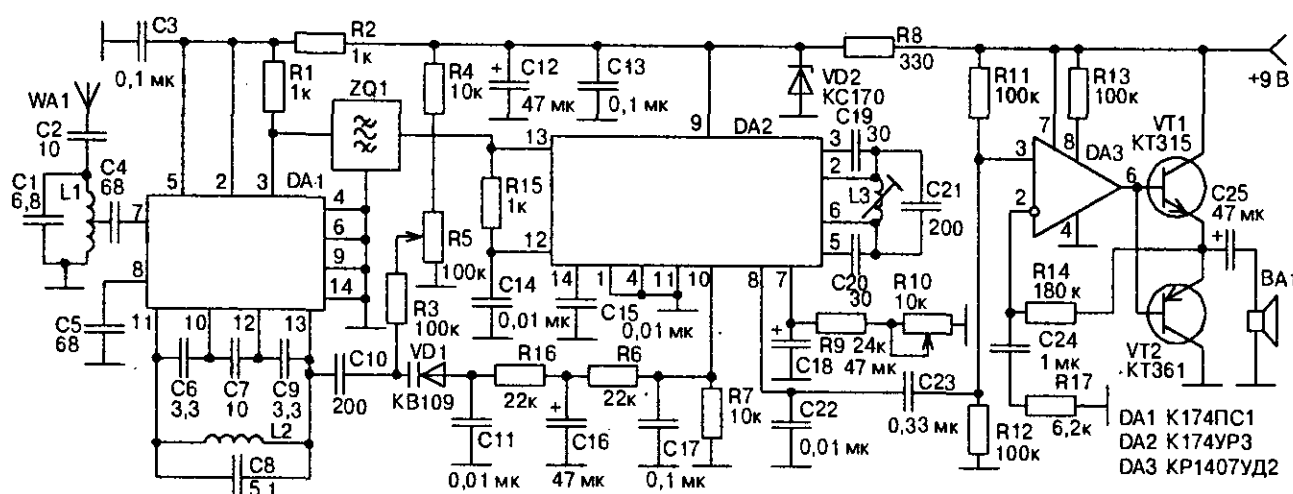

Рис. 6.12. Схема УКВ ЧМ приемника диапазона 63...108 МГц
Приемник предназначен для приема станций, работающих в диапазоне 63...108 МГц с частотной модуляцией. Чувствительность приемника при соотношении сигнал/шум 30 дБ — не хуже 70 мкВ/м. Избирательность по соседнему каналу — 18 дБ. Питается приемник от источника питания напряжением 9 В. Сигнал с антенны (рис. 6.12), через конденсатор С2 поступает на входной контур L1, С1, настроенный на середину диапазона. Выделенная этим контуром полоса частот поступает на преобразователь частот, выполненный на микросхеме DA1 типа К174ПС1. На этой же микросхеме выполнен и гетеродин приемника.
**Примечание редактора.** Схема УМЗЧ в [75] имеет неверно показанную цепь обратной связи. На рис. 6.12 эта цепь показана в исправленном виде.